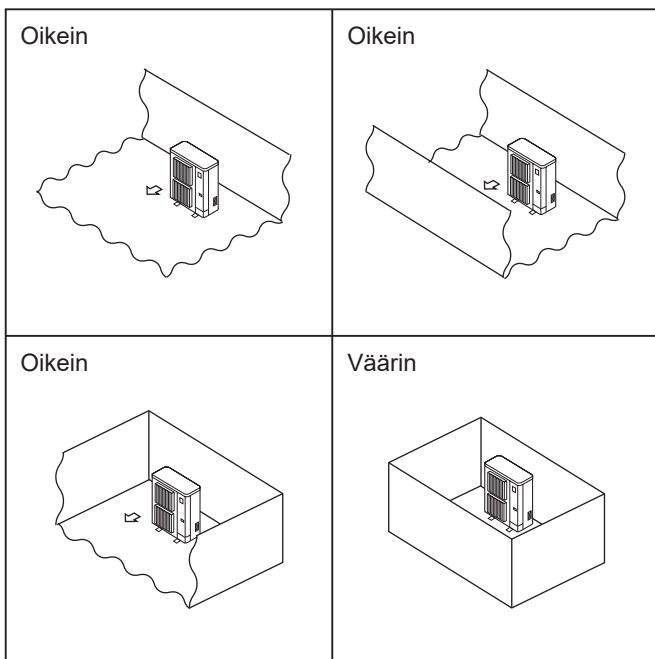

Fig. 2-1
- ⦿ Asenna ulkoyksiköt paikkaan, jossa vähintään yksi neljästä sivusta on avoin. Asennuspaikan on oltava riittävän suuri, eikä siinä saa olla syvennyksiä. (Fig. 2-1)